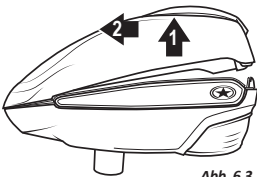

Abb. 6.3
3. Heben Sie die obere Gehäusehälfte von der unteren ab. Kippen Sie sie ein wenig an, bis sie sich löst (Abb. 6.3).